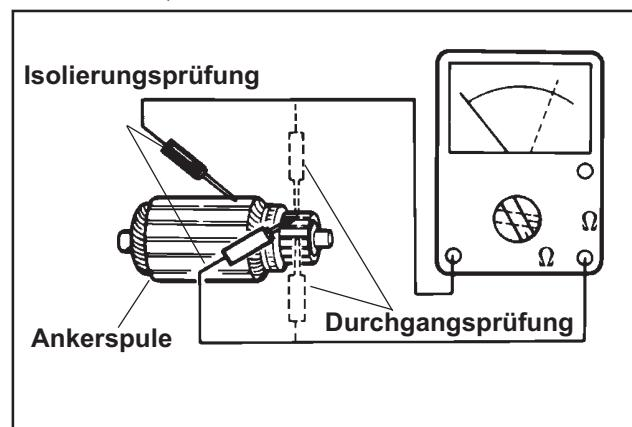

Abbildung 8-58. Überprüfung des Ankers.
2. Ein Prüfgerät, das auf die Skala Rx1 eingestellt ist, verwenden. Den Messfühler zwischen zwei unterschiedlichen Umschaltersegmenten anlegen und den Durchgang prüfen. Siehe Abbildung 8-58. Alle Segmente überprüfen. Es muss zwischen allen Segmenten ein Durchgang bestehen, ansonsten ist der Anker defekt.
3. Den Durchgang zwischen den Ankerwicklungssegmenten und den Umschaltersegmenten überprüfen. Siehe Abbildung 8-58. Es sollte kein Durchgang vorhanden sein. Ist zwischen einem der beiden Segmente ein Durchgang vorhanden, befindet sich der Anker nicht in gutem Zustand.